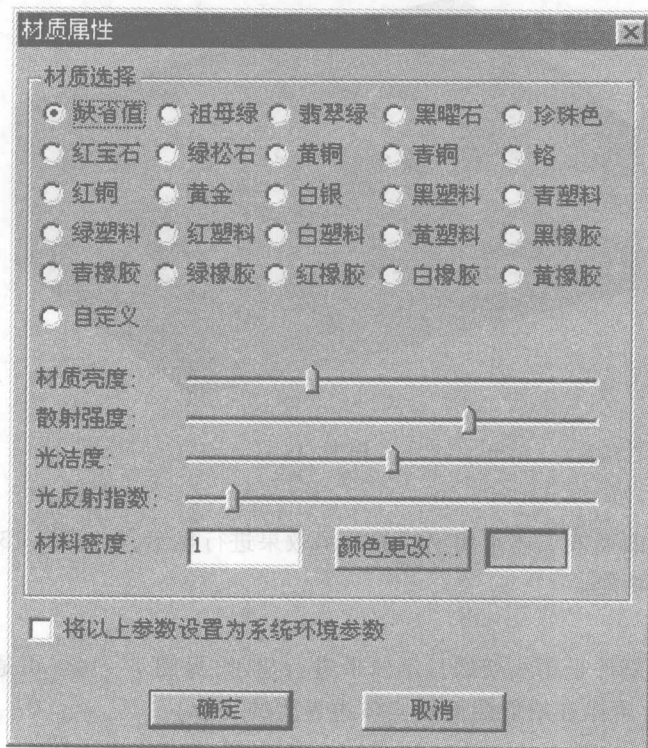

图 1-11
- (1) 单击主菜单上【设置】→【材质设置】，弹出图 1-11 所示【材质属性】对话框；